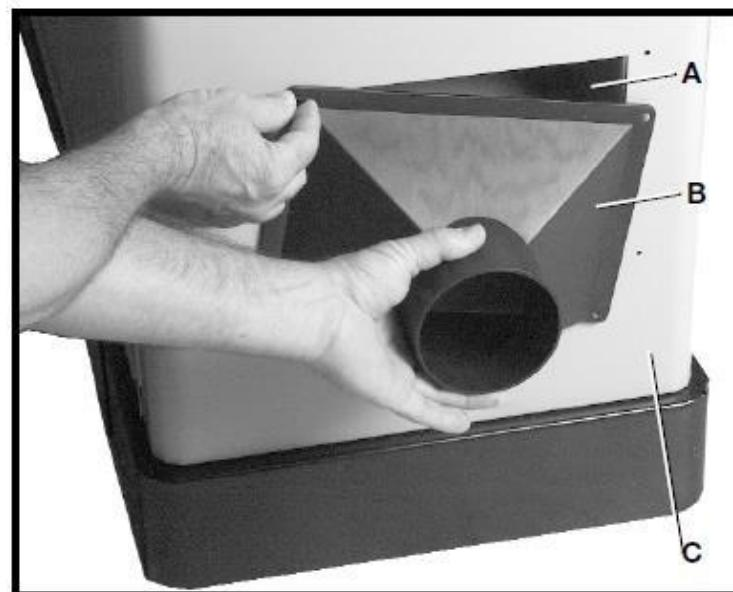

Рис. 13A
Фуговальный станок снабжён встроенный кожух аспирации опилок (A), рис. 13A. Если данный станок должен использоваться с системой сбора опилок, поставляемый соединитель (B), рис. 13A, для системы сбора опилок можно установить на станине фуговального станка (C) четырьмя винтами с шестигранным шлицем #10-16 x 1/2" (не показаны). К этому соединителю можно подключить стандартный шланг диаметром 4" системы сбора опилок.